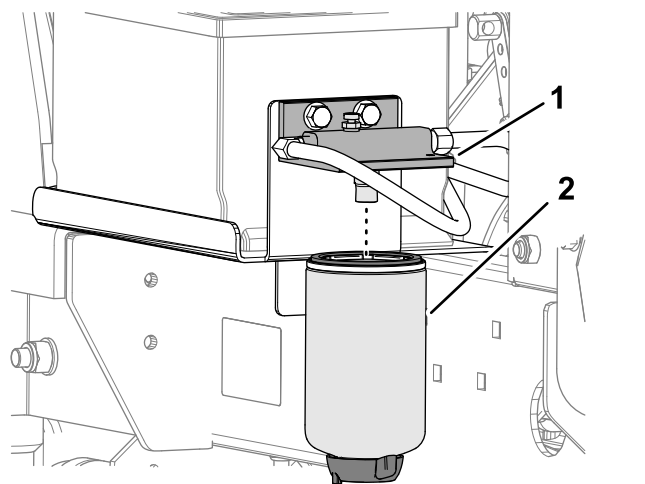

Figure 69
7. Nettoyez la surface autour du filtre à carburant et de la tête du filtre (**Figure 69**).
8. Déposez la cartouche et nettoyez la tête du filtre (**Figure 69**).
3. Placez un bac de vidange propre sous la cartouche du filtre à carburant (**Figure 69**).